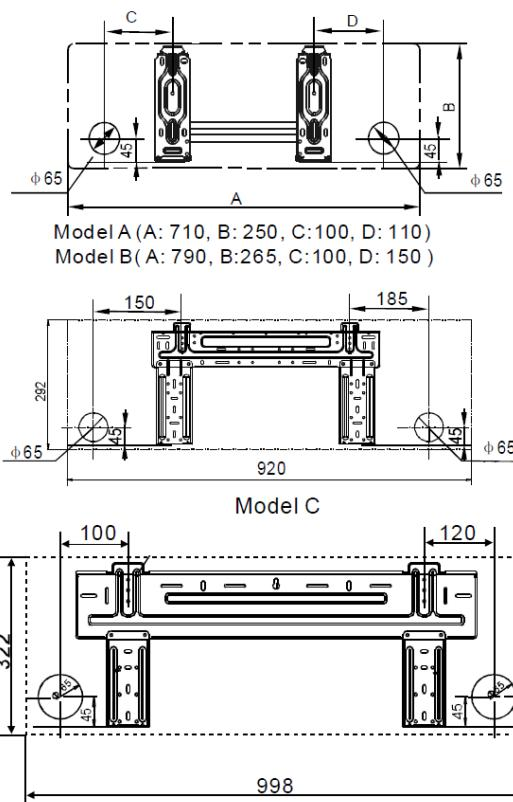

Figura 5: Poziționarea recomandată pentru găurile aferente conductelor de gaz și cablurilor electrice KAS26xx, KAS35xx, KAS53xx
- o) Stabiliti poziția găurilor conform diagramei detaliate în figura 5. Faceți o (1) gaură (65mm) înclinată ușor spre partea exterioară.